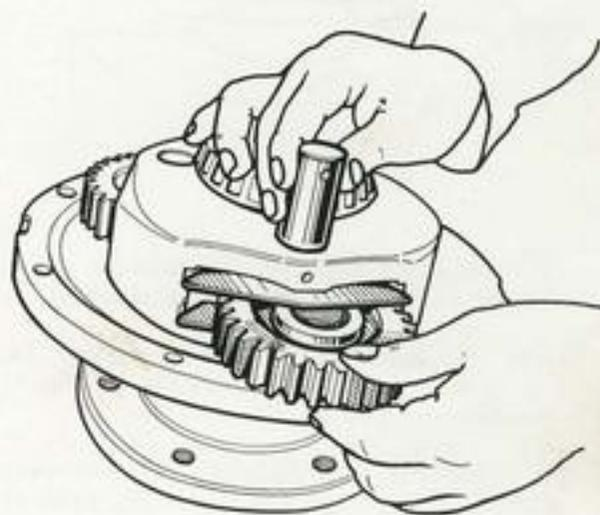

Fig. 3
- Repousser ces axes vers l'extérieur (montage libre) et sortir les pignons. Recueillir les aiguilles (Fig. 3) (2 rangées de 28 et une bague de séparation par pignon) et les plaquettes de friction (22. Fig. 1).